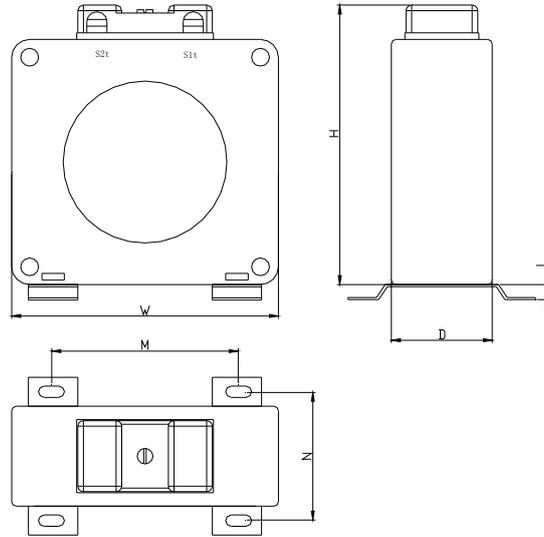
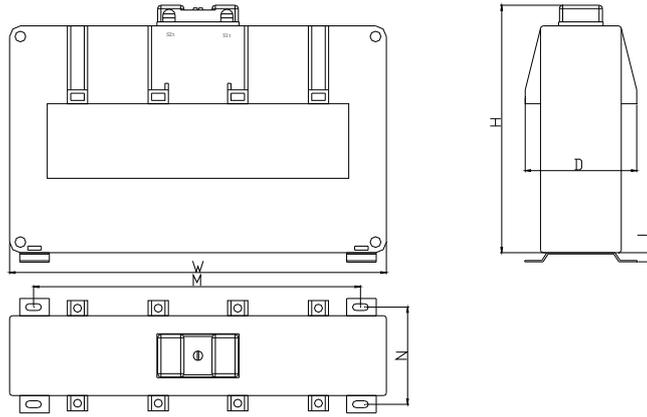
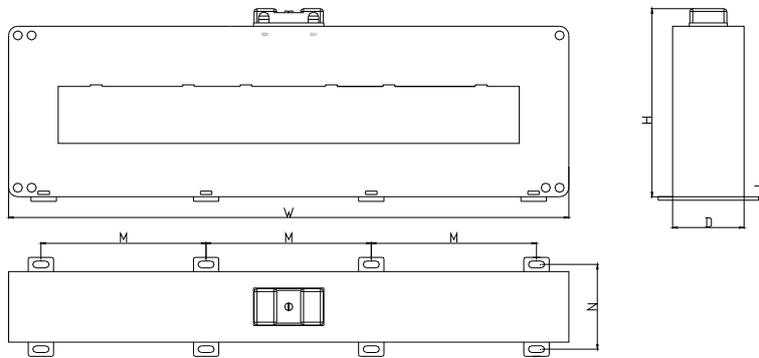
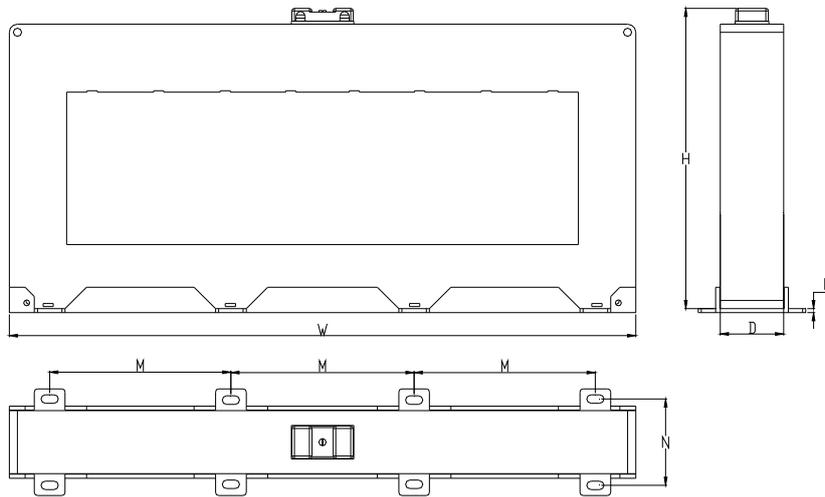

图 2.26 闭口圆孔型传感器外形示意图
图 2.27 闭口方孔型传感器外形示意图
图 2.28 闭口方孔型 (DH-GSTN5600/40F) 剩余电流传感器外形示意图
图 2.29 闭口方孔型 (DH-GSTN5600/50F) 剩余电流传感器外形示意图
3.3.2 闭口圆孔型传感器外形示意图如图 2.26 所示, 闭口方孔型传感器外形示意图如图 2.27、图 2.28 和图 2.29 所示, 所示参数见表 2.9